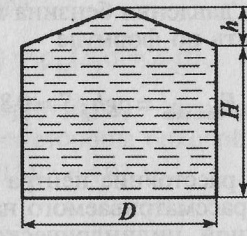

Рис. 3.21
**Задача 3.21.** Резервуар наполнен бензином. Определить силы давления, действующие на основание, боковые поверхности и крышу, если  $D = 5$  м;  $h = 1,5$  м;  $H = 4$  м;  $\rho_6 = 0,8 \cdot 10^3$  кг/м3;  $g = 9,81$  м/с2 (рис. 3.21).